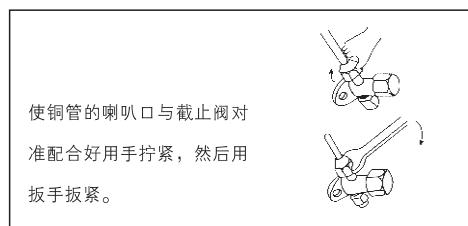

图 22
(2) 在截止阀与管的喇叭口处涂少许润滑油，然后按图22所示拧紧纳嘴。
(3) 按图22所示用扳手牢固地将纳嘴扳紧，扭矩力按表(5)规定执行。